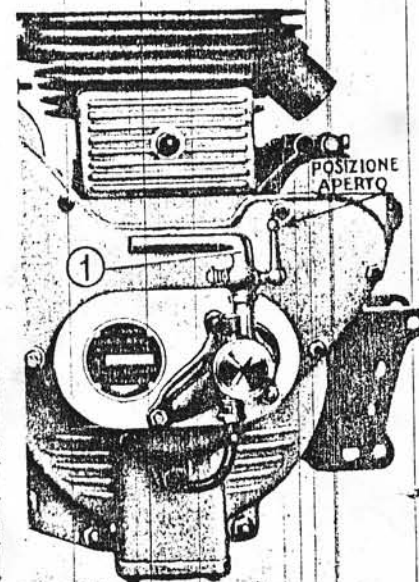

Fig. 8
Assicurarsi che i serbatoi della benzina e dell'olio contengano bastante quantità di liquido e che la benzina giunga regolarmente al motore. **Aprire il rubinetto (1) fig. 8** del tubo di mandata olio alla